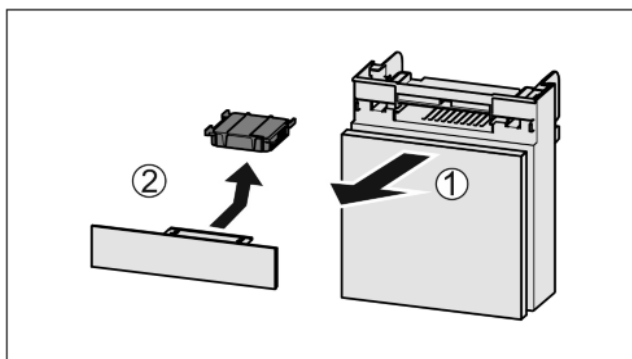

Fig. 33
- ▶ Predal izvlecite Fig. 33 (1) naprej.
- ▶ Odstranite Fig. 33 (2) aktivni ogljeni filter.